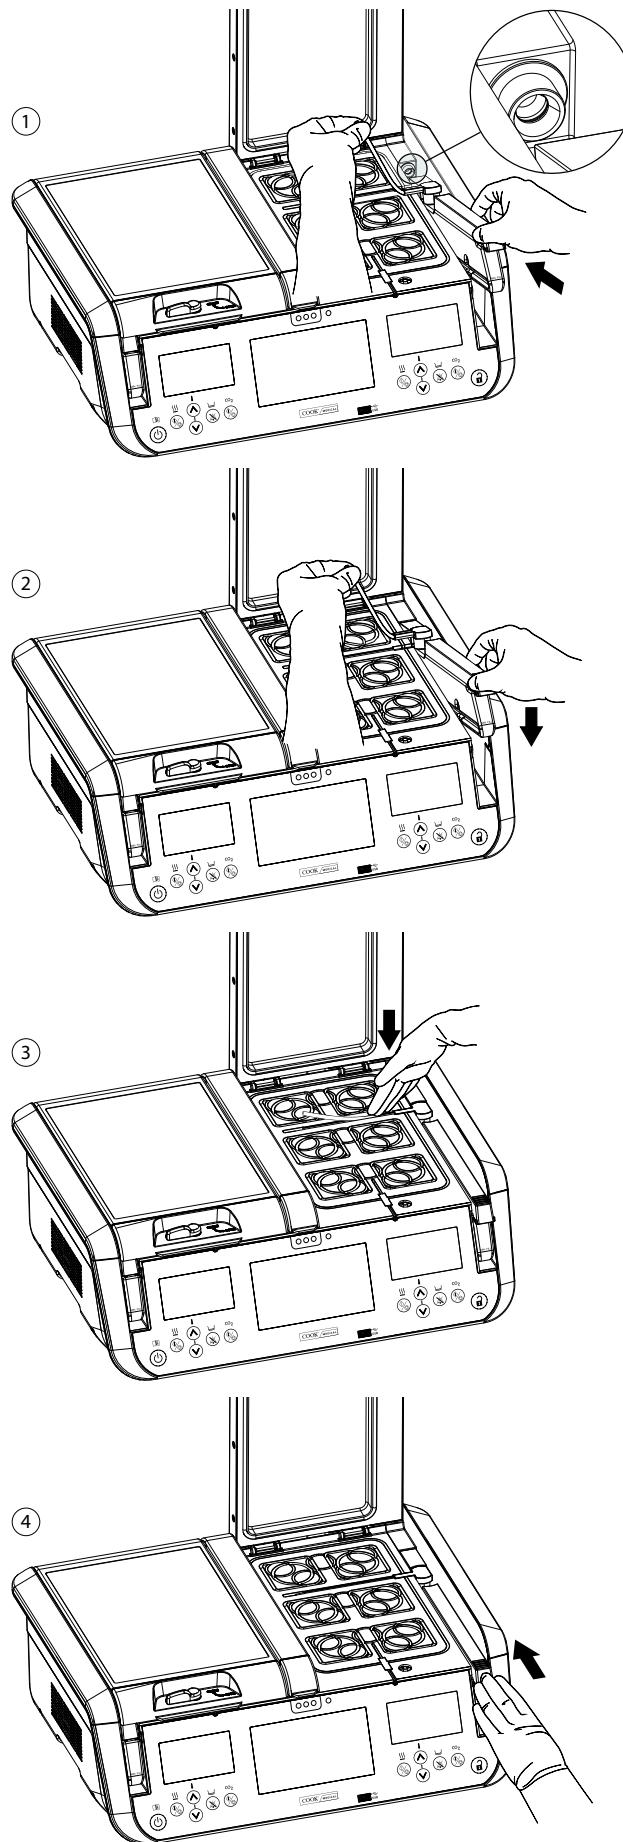

Figura 12: Passos para instalação do frasco de humidificação
2. Segure o frasco de humidificação na vertical com a peça em T do frasco orientada para a câmara onde o frasco vai ser instalado. Segure o trinco superior para trás. Enquanto segura a extremidade da peça em T do frasco o mais alto possível para impedir o derrame de água, insira o frasco no compartimento do frasco de humidificação (FH) num ângulo de 10° a 15°, posicionando o revestimento vedante do FH sobre o bocal do gás do compartimento do FH existente na parte de trás do respetivo compartimento (consulte a **Figura 12**).